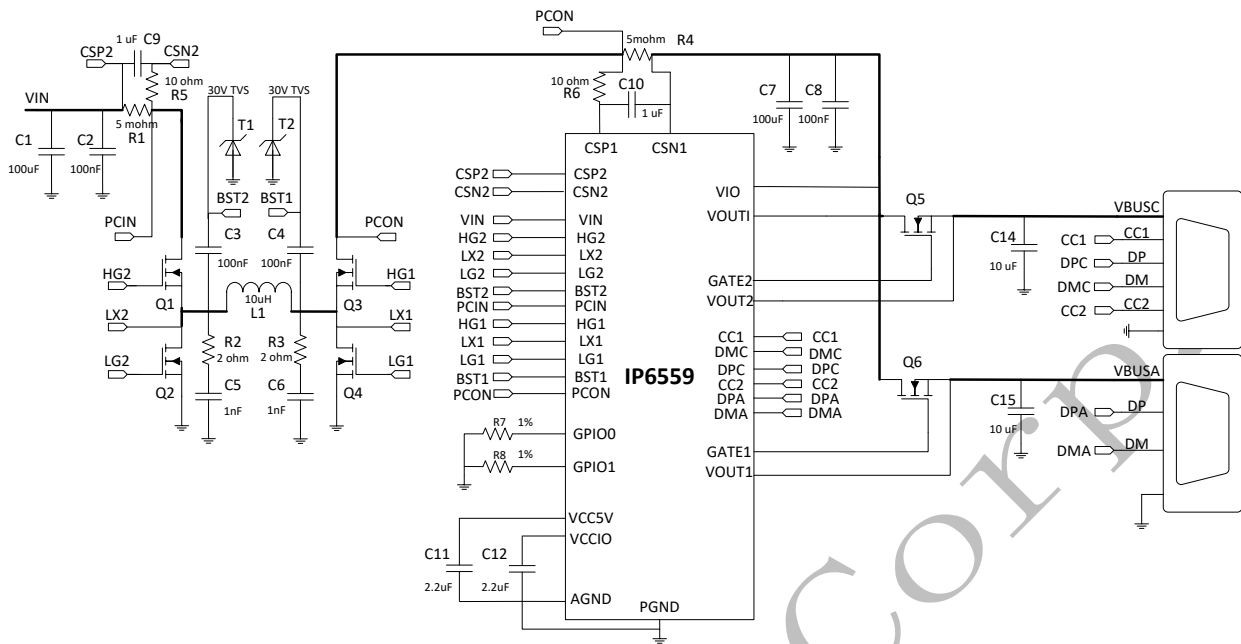

图 10 IP6559 USB A 和 USB C 双口输出的典型应用原理图
2. 图 10 中，调节 GPIO0 的接地电阻 R7 可以改变 IP6559_AC 的 C 口 PDO，调节 GPIO1 的接地电阻 R8 可以改变 IP6559_AC 的 A 口输出功率；